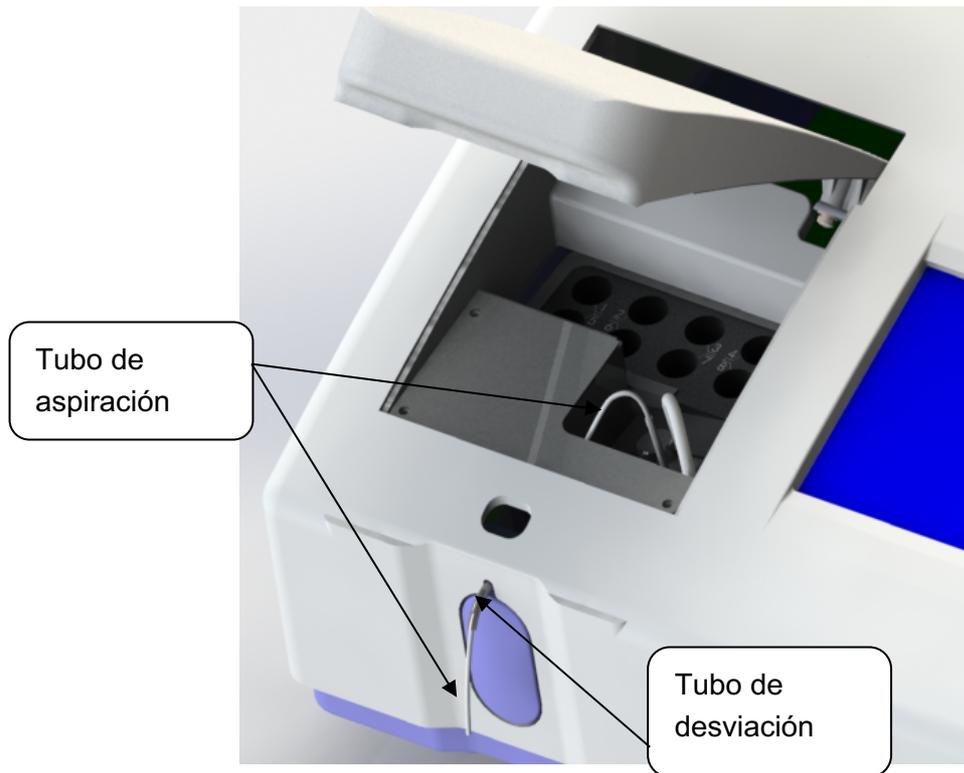

Figura 7.4.3-1 EasyKem Pro
- 3) Abrir la cubierta de la ventana óptica en la izquierda, luego sacar con cuidado el tubo de entrada que está conectado con la cubeta (el más delgado que está más cerca de la parte frontal del instrumento), como en la figura 7.4.3-1;